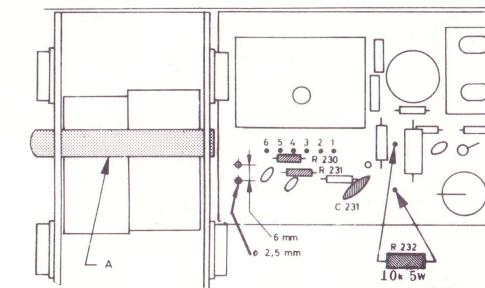

Fig. 5. Montering av kantkontakt for stereodekoder 4-2 i Huldra 8.
Ta sjassiet ut av kabinetet. Fig 5 og 6 viser MF-platen i apparater med lavere serienummer enn 427 200. I apparater med høyere serienummer er kondensatorene C238 og C242 montert på komponentsiden. Videre er blå og sort ledning koplet til vendersekksjonen. Punkt 6 og 7 i monteringsanvisningen kan uteslakes for høyere serienummer.
4. Bor et 2,5 mm hull i platen som vist på fig. 5.
6. Tvinn ledningene (sort og blå) sammen og lodd dem til vendersekksjonen og MF-platen som vist på fig. 5.
8. Ta ut festebøylen A (fig. 5) og monter den som vist på figuren. Plugg dekoderen inn i kantkontakten. Foliesiden skal vendes mot FM-detektor boksen. Monter festeskruen fra MF-platens folieside.